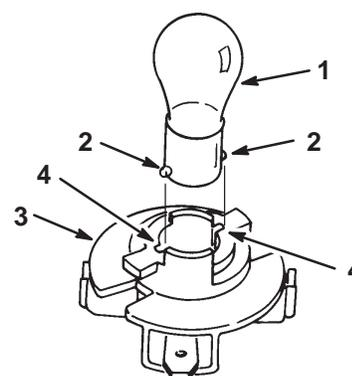

Abbildung 19
4. Die Birne hereindrücken, im Gegenuhrzeigersinn bis zum Anschlag drehen (ca. 1/4 Umdrehung) und aus der Birnenfassung herausnehmen (Abb. 19).
1. Die Glühlampe hat Metallstifte an der Seite ihrer Basis. Die Stifte auf die Schlitze in der Birnenfassung ausrichten und die Basis in die Fassung einsetzen (Abb. 19). Die Birne hereindrücken und bis zum Anschlag im Uhrzeigersinn drehen.